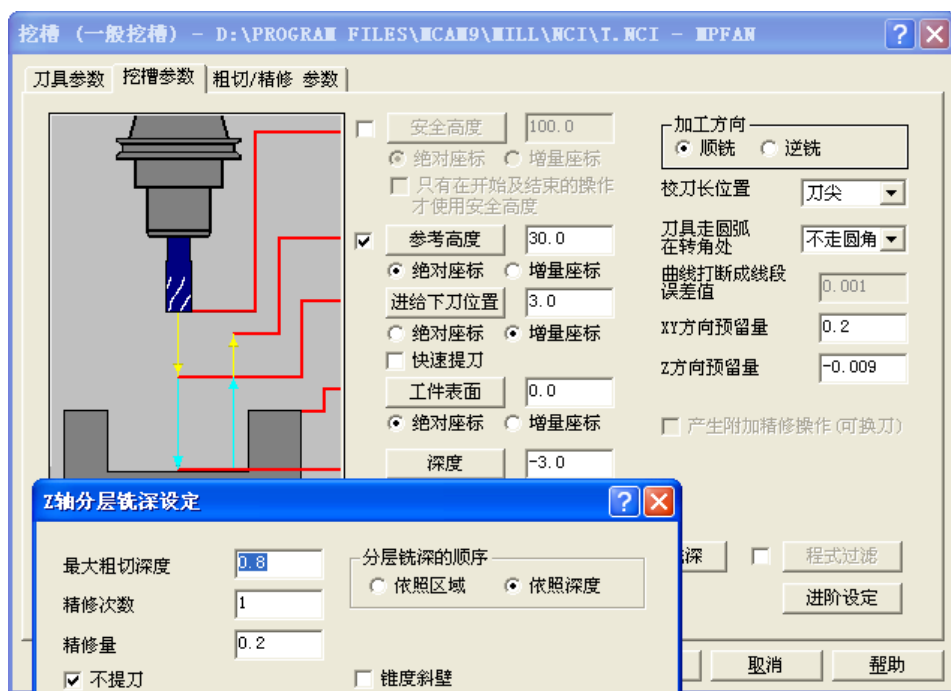
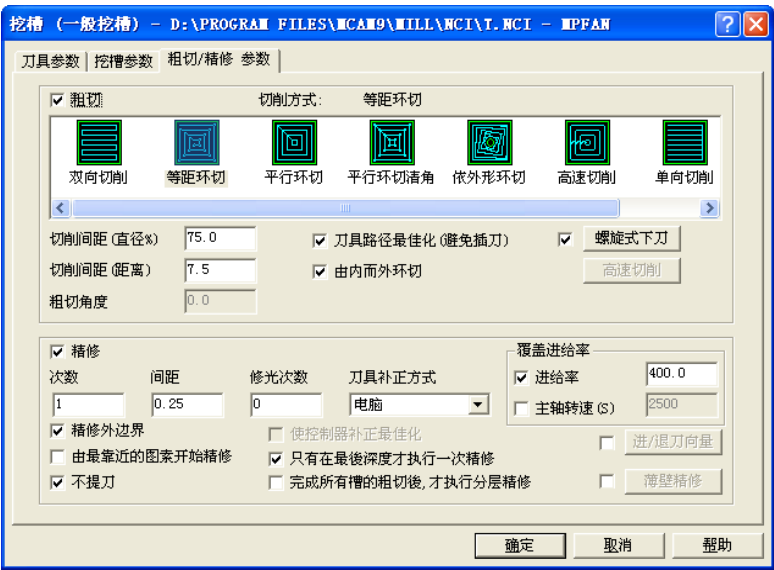
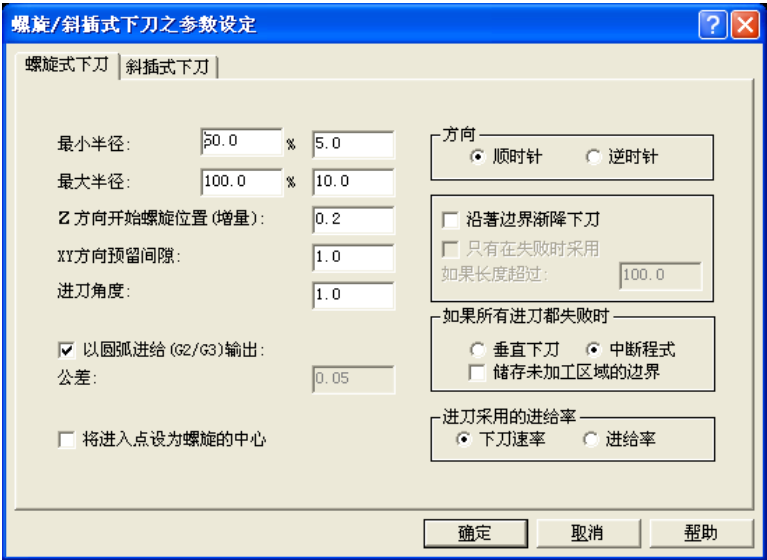

图 5-29 挖槽参数
图 5-30 粗切/精修参数
图 5-31 螺旋下刀参数
5) 选择“挖槽 (一般挖槽)”, 刀具参数、参考高度和进给下刀位置均同步步骤 1); 图形选择除 118mm×78mm 的矩形以外的图形串联, 工件表面: 0.0, 深度: -3.0, 设定 XY 方向预留量: 0.2, Z 方向预留量: -0.009, 以保证尺寸  $3^{+0.018}_0$ , 勾选“分层铣深”, 设定 Z 轴最大粗切深度: 0.8, 精修次数: 1, 精修量: 0.2, 勾选“不提刀”, 分层铣深的顺序点选“依照深度”, 其余默认, 如图 5-29 所示; 在“粗切/精修 参数”选项卡中选择“等距环切”, 切削间距 (直径%): 75.0, 勾选“刀具路径最佳化”“由内而外环切”“螺旋式下刀”勾选“精修”“精修外边界”“不提刀”“只有在最后深度执行一次精修”, 覆盖进给率勾选“进给率”, 设定为 400, 其余默认, 如图 5-30 所示; 在“螺旋式下刀”选项卡中输入 Z 方向开始螺旋位置 (增量): 0.2, XY 方向预留量: 1.0, 进刀角度: 1.0, 如果螺旋下刀失败, 点选“中断程式”, 进刀采用的进给率点选“下刀速率”, 其余默认, 如图 5-31 所示。